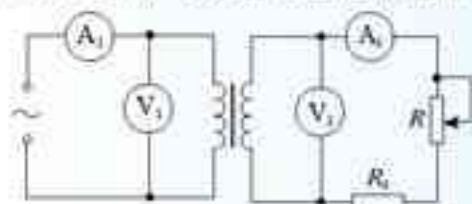

图 5.4.9 用电器增加时各表读数如何变化？
5. 图 5.4.9 是街头变压器通过降压给用户供电的示意图。变压器的输入电压是市区电网的电压，负载变化时输入电压不会有大的波动。输出电压通过输电线输送给用户，输电线的电阻用 R_0 表示，变阻器 R 表示用户用电器的总电阻，当用电器增加时，相当于 R 的值减小（滑动片向下移），当用户的用电器增加时，图中各表的读数如何变化？